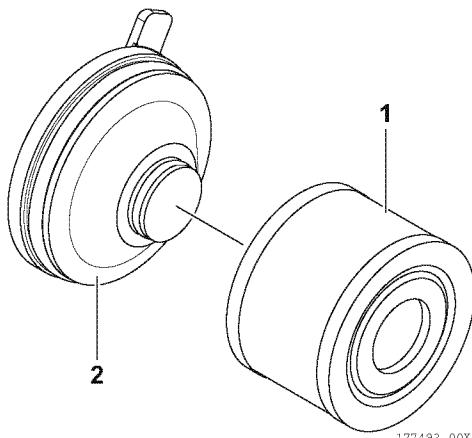

Figura 21
12. Installare la nuova cartuccia del filtro (1, **Figura 21**) sul gruppo coperchio (2, **Figura 21**).